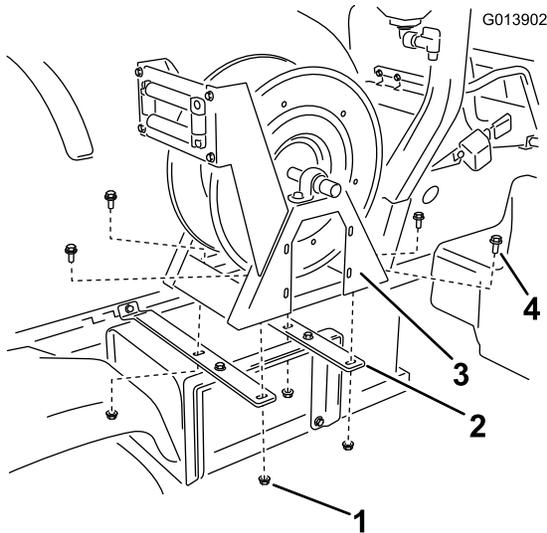

Figura 10
5. Fixe o conjunto da bobina de tubagem às cintas da bobina de tubagem (Figura 10) utilizando 4 pernos com